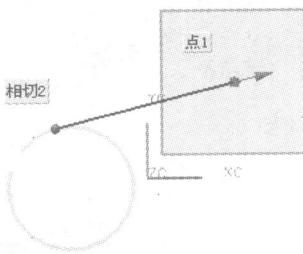

图 1-13 建立相切直线
- 选择【限制 2】为【直至选择对象】选项，单击圆弧，建立相切直线，如图 1-13 所示。